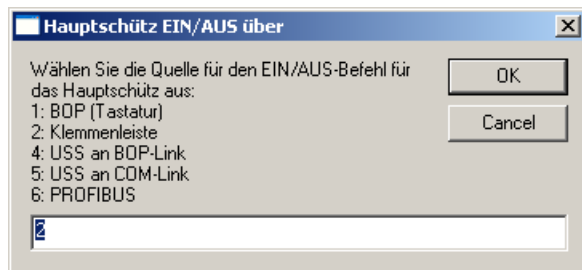

Abbildung 3-1 Auswahl der Quelle für den EIN-Befehl des HS
- Im ersten Fenster wählen Sie die Quelle für den EIN-Befehl für das Hauptschütz aus. Geben Sie eine Zahl von 1 bis 6 für CU240 oder 1, 2, 4, 5, 6 für MM4 ein (die möglichen Einstellungen sind auf der Abbildung 3-1 zu sehen) und drücken Sie auf den Button „OK“.